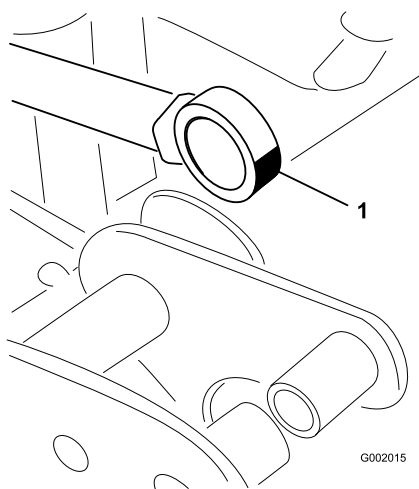

Figura 71
5. Gire la rótula y aplique grasa al cojinete (Figura 71).